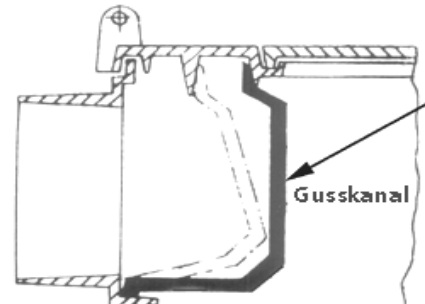

Abbildung 12: Entfernen des Gusskanals
3. Gusskanal (Abb. 12 + 13) nach rechts schieben ca.20mm
Den Gusskanal nun in umgekehrter Reihenfolgen wieder einsetzen. Achten Sie darauf, dass der Gusskanal hinter dem Falz der Öffnung im Abschlussrahmen anliegt (Abb.12).